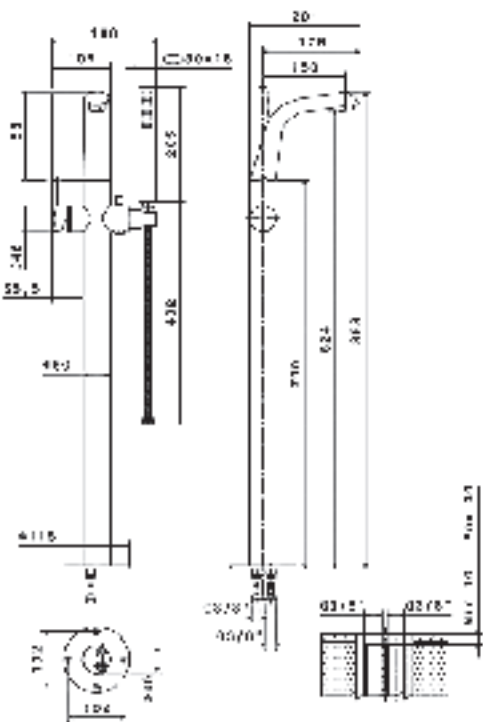

Рис. 1
1. Выберите место для установки смесителя и организуйте водорозетки первого и второго водопроводного ввода, в первую очередь на данные рис. 1.